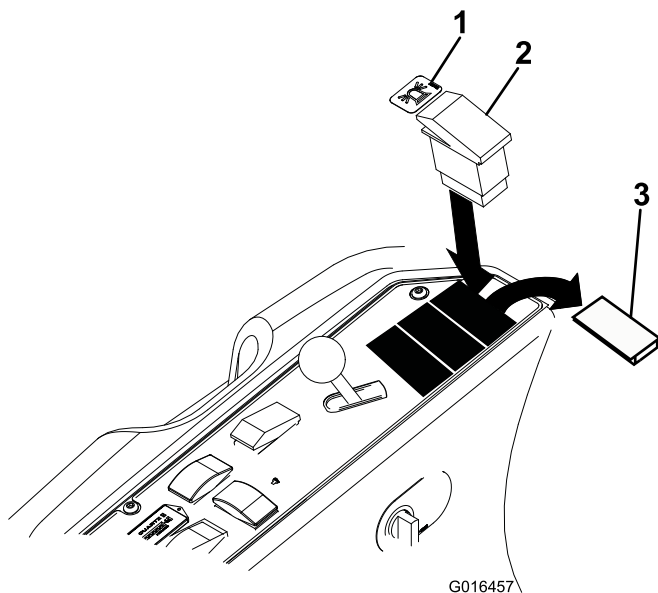

Figura 1
1. Recorte cuidadosamente la pegatina para tener acceso al tapón del panel de control (Figura 1).
2. Retire el tapón del panel de control para tener acceso al hueco de montaje del interruptor nuevo (Figura 1). Lime los bordes del hueco para eliminar las aristas afiladas.
4. Introduzca el interruptor en el hueco del panel de control, en la posición indicada en (Figura 1).
5. Coloque la pegatina de la baliza en el panel de control (Figura 1).